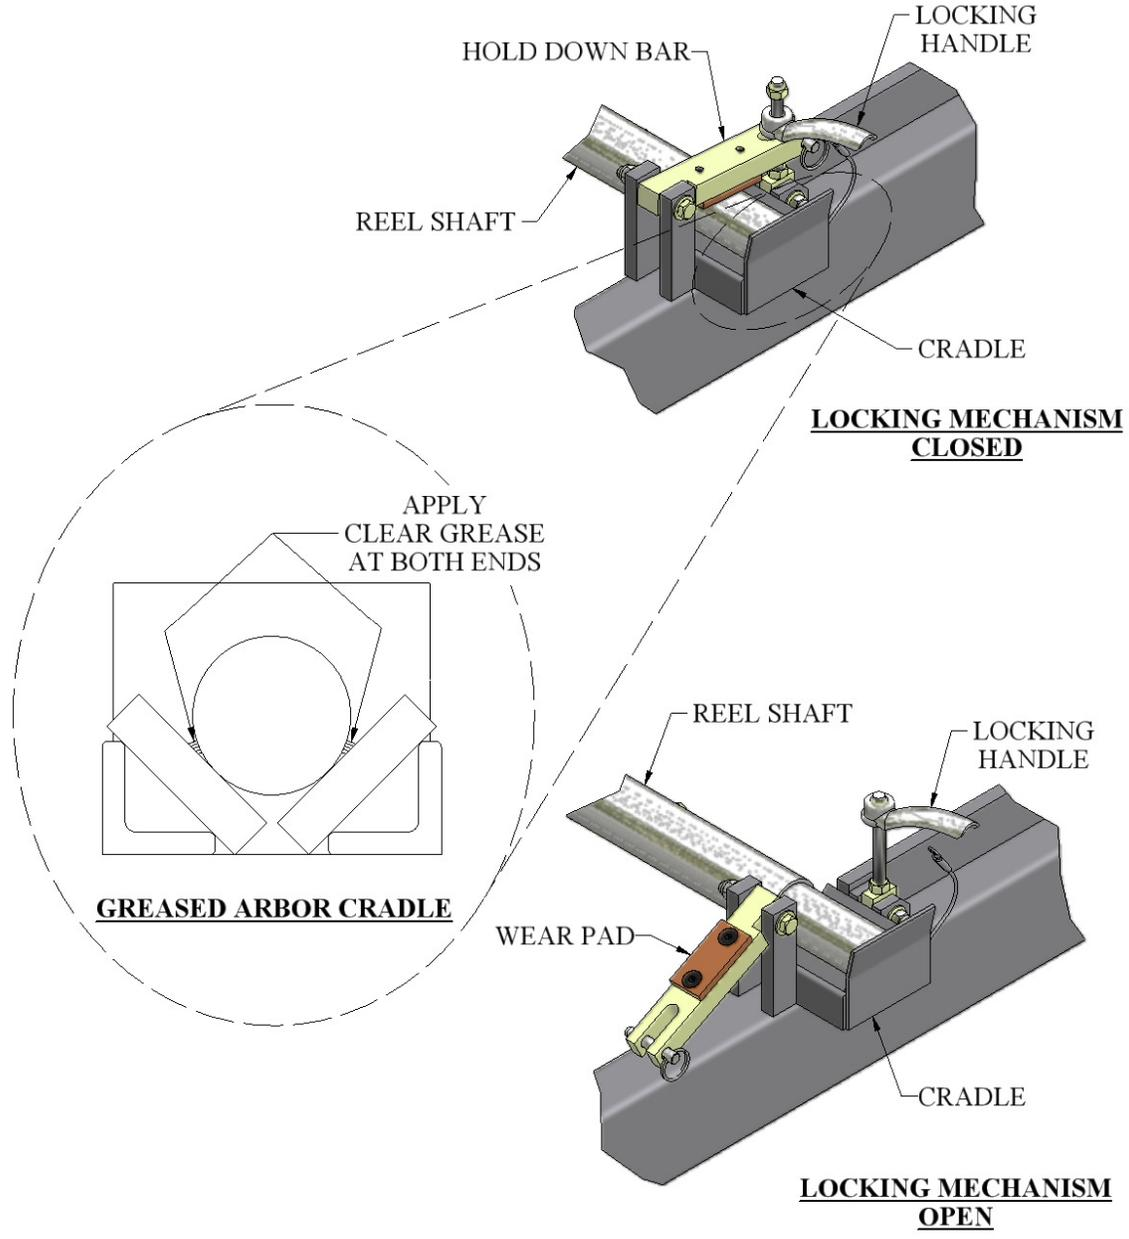

Ilustración 11: Ensamble de Carrete Expandible
1. Los ejes de carretes deben reposar en la cuna del estante de carretes. Mantenga las cunas lubricadas con lubricantes sintéticos para minimizar el desgaste (Ilustración 11).
1. Prepare el estante del carrito asegurándose que las barras para mantener abajo están en posición abierta y desbloqueada (Ilustración 11).
3. Rote las barras para mantener abajo (Ilustración 11) a la posición cerrada y presione el mango al perno de "mantener abajo". Si va a operar el panel desde esta bobina, apriete el mango izquierdo y derecho hasta que queden bien ajustados. Debe hacerse un ajuste final de tensión mientras opera el panel para prevenir el deterioro del material. Entre más pequeña se hace la bobina, más ajustes serán necesarios.